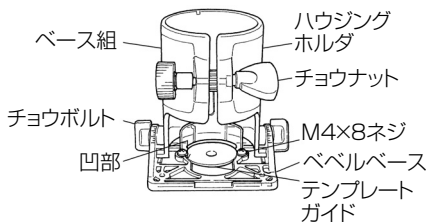

図 16
(1) ベース組のチョウナットをゆるめ、本体よりベース組を取りはずしてください。(図 16)
(2) ベベルベースの左右に取付いているチョウボルトをゆるめ、ベベルベースを水平に固定してください。(図 16)
(3) 付属品のテンプレートガイドをベベルベースのテンプレートガイド取付部の凹部に合わせ、2 個の M4×8 ネジで固定してください。(図 16)